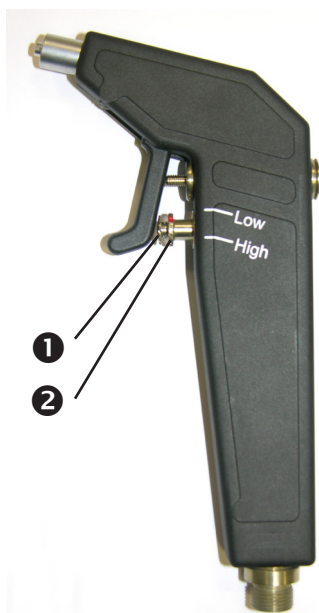

Bild 6. Spülhandgriff
- Vor der Reizung muss die Stellschraube (①, Bild 6) nach oben arretiert werden.
Zur Feineinstellung des Zuflusses muss die Justierschraube (②, Bild 6) ein- bzw. ausgedreht werden.
- Position des Stellhebels: High (siehe Bild 6, Seite 13).
- Position des Stellhebels: Low (siehe Bild 6, Seite 13).